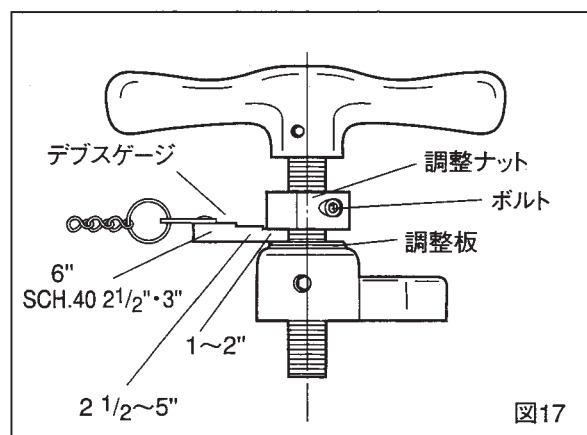

図17
- ②デブスゲージを調整板の上に乗せ、パイプサイズに合った厚みの部分を調整ナットで挟んだ後、ボルトをしっかり締め込んで調整ナットをロックします。(図17)
- ③デブスゲージを調整板から引き抜いて外します。